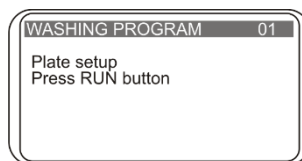

Рисунок 9. Определение глубины опускания игл гребенки до дна планшета.
- 5.20.1. Нажав кнопку **Ввод/Калибр**, в стартовом режиме, на дисплее появляется надпись (рис. 9).